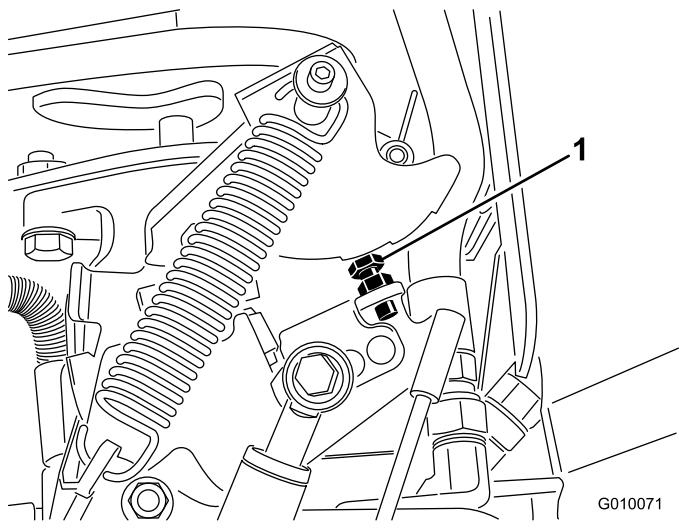

Bild 67
5. Wenn die Einstellung verstellt werden muss, drehen Sie die Pumpenanschlagschraube (Bild 67) mehr zur Anschlagsplatte, um den Lochabstand zu verringern, oder drehen Sie die Anschlagschraube von der Anschlagplatte weg, um den Lochabstand zu erhöhen.